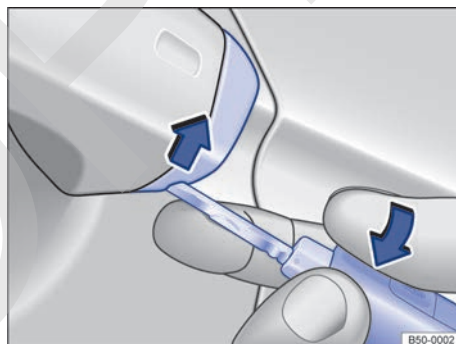

Fig. 54 Manilla de la puerta del conductor: desprender la caperuzita haciendo palanca.
- Desprenda la caperuza haciendo palanca con el paletón en el sentido de la flecha → fig. 54.